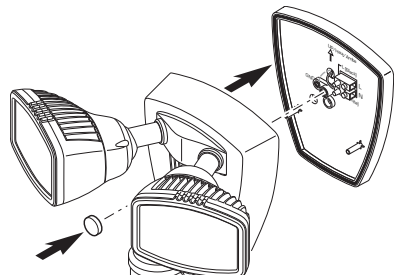

Figura 5
2. Verifique que la junta de caucho esté correctamente asentada en el borde del 1-2-Éasy Connect™ (vea la Figura 5).
4. Apriete bien el tornillo de montaje teniendo cuidado de no apretarlo demasiado (vea la Figura 5).
5. Empuje el tapón de plástico firmemente en el orificio del perno de montaje de la lámpara (vea la Figura 5).